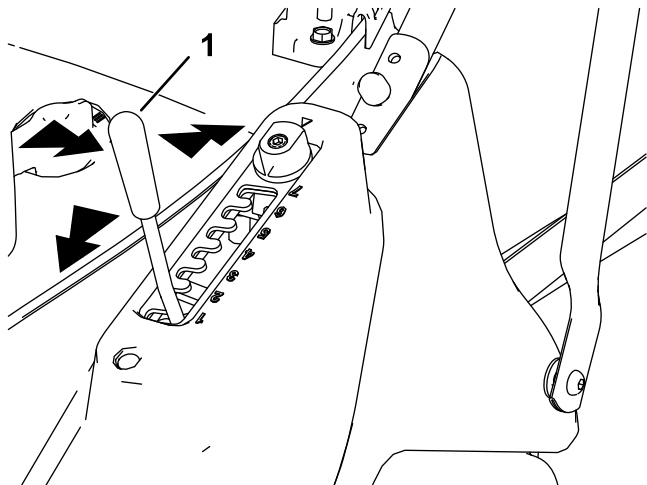

Figura 12
1. Sujete la palanca de altura de corte y tire hacia un lado para liberarla de la muesca de bloqueo (Figura 12).
2. Empuje la palanca hacia adelante para bajar la altura de corte, o tire de la palanca hacia atrás para elevar la altura (Figura 12).
3. Suelte la palanca en la posición deseada y asegúrese de que queda firmemente bloqueada en una de las 7 muescas de ajuste (Figura 12).